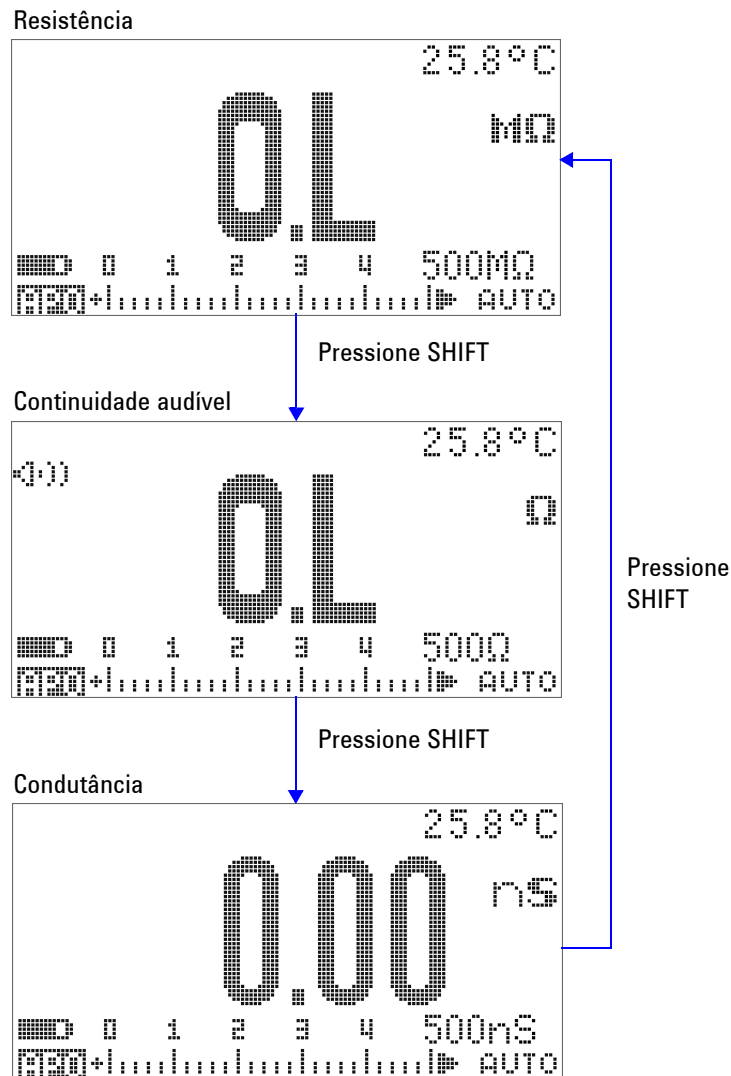

Figura 2-8 Testes de resistência, continuidade audível e condutância
- 4 Pressione  para acessar o teste de continuidade audível ( ou , dependendo das configurações), a medição de condutância () e a medição de resistência ( ou ) como visto na Figura 2-8 na página 42.